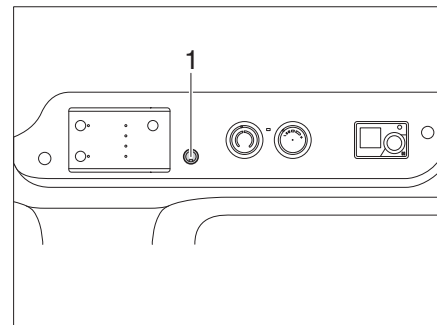
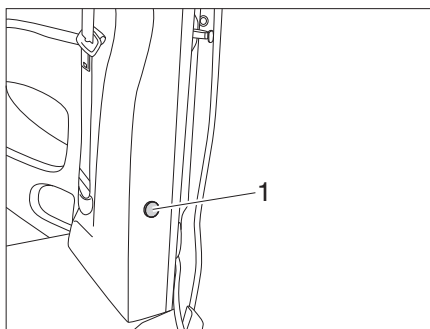

Fig. 39 Pulsante nella console di comando
Fig. 40 Pulsante nell'ingresso
- Spingere verso il basso il pulsante nell'ingresso (Fig. 40,1) oppure il pulsante (Fig. 39,1).
- Premere una volta brevemente il pulsante (Fig. 39,1 o Fig. 40,1).
- Premere il pulsante (Fig. 39,1 o Fig. 40,1) per ca. 3 secondi fino a raggiungere la luminosità minima.
- Tenere premuto il pulsante (Fig. 39,1 o Fig. 40,1) fino a raggiungere la luminosità desiderata.